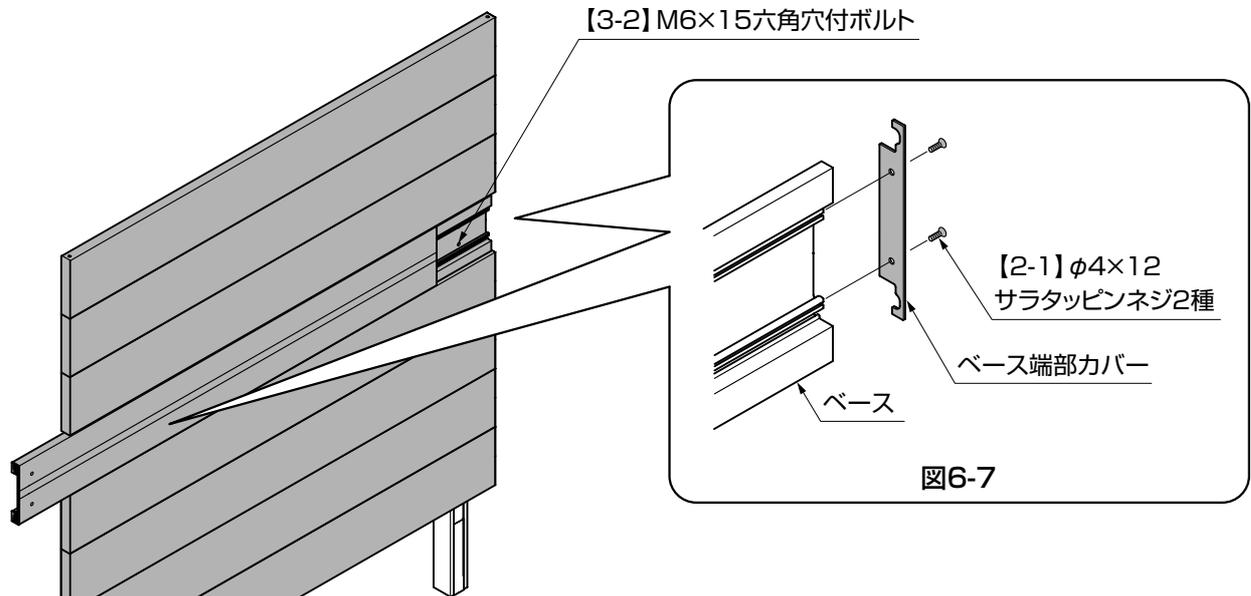

図6-6
- ①A・Bの順に本体とベースカバーを一緒にスライドしてベースの取付け穴を出し、仮固定した【3-2】(※1)を締めてください。(図6-6参照)